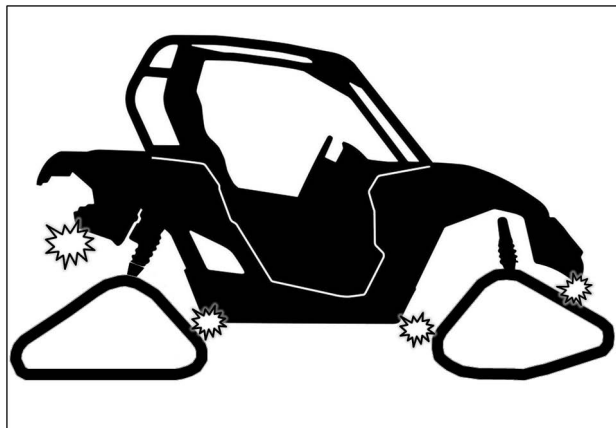

Fig. 40
2. Vérifier s'il y a possibilité de contact entre le système de traction et les coins inférieurs des ailes. Voir la Fig. 40